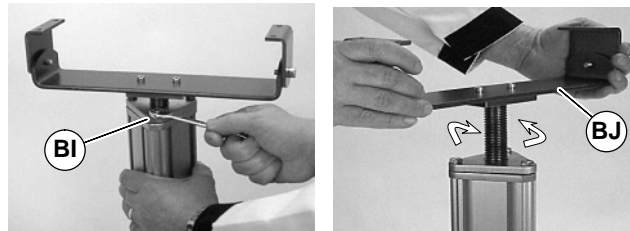

Figure 40
2. Falls installiert, die Verstrebungsbefestigungsteile (BF) vom Förderband entfernen. Die Verstrebung(en) am Pfosten des Ständers ruhen lassen.
3. Die Befestigungsteile (BG) von der Förderbandstütze entfernen (BH).
4. Das Förderband von der Förderbandstütze (BH) abheben. Dazu den vorübergehend platzierten Ständer (BE) nach oben einstellen.
5. Drei Schrauben am Stand lösen (BI siehe Abbildung 40). Förderbandstütze (BJ) einstellen.